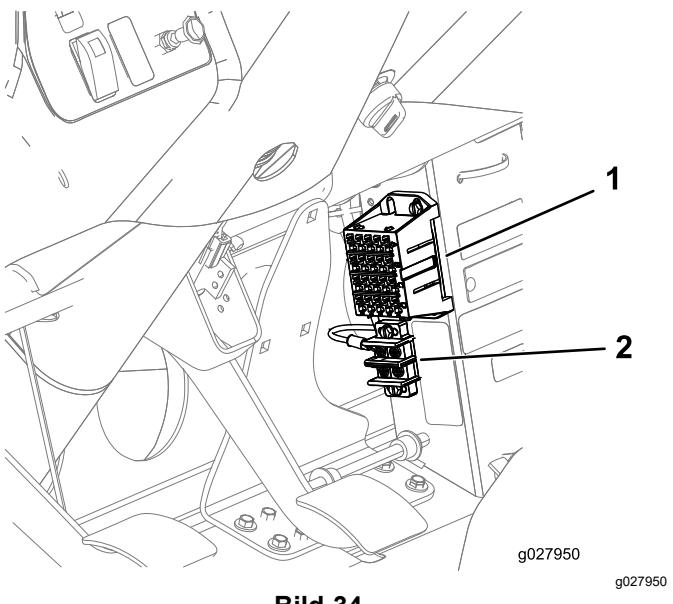

Bild 34
2. Schließen Sie den Kabelschuh am Kabelbaum am Erdungsterminal an und stecken Sie den Sicherungskastenanschluss in einen verfügbaren Sicherungskastenanschluss ein (Bild 34).